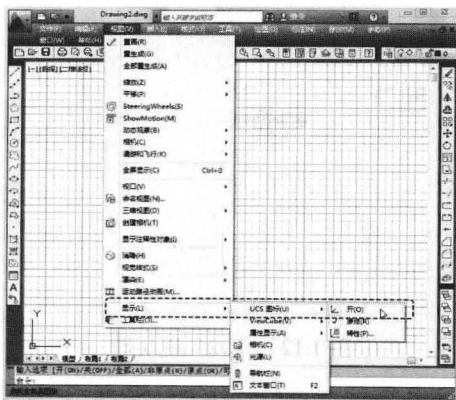

图 1.14 关闭或启动 UCS
- (1) 打开“视图”下拉菜单,选择“显示”→“UCS 图标”→“开/关”即可。也可以在命令行下输入“UCSICON”功能命令后,再输入参数“OFF”或“ON”,然后按回车键即可关闭或启动显示 UCS 坐标系图标。如图 1.14 所示。